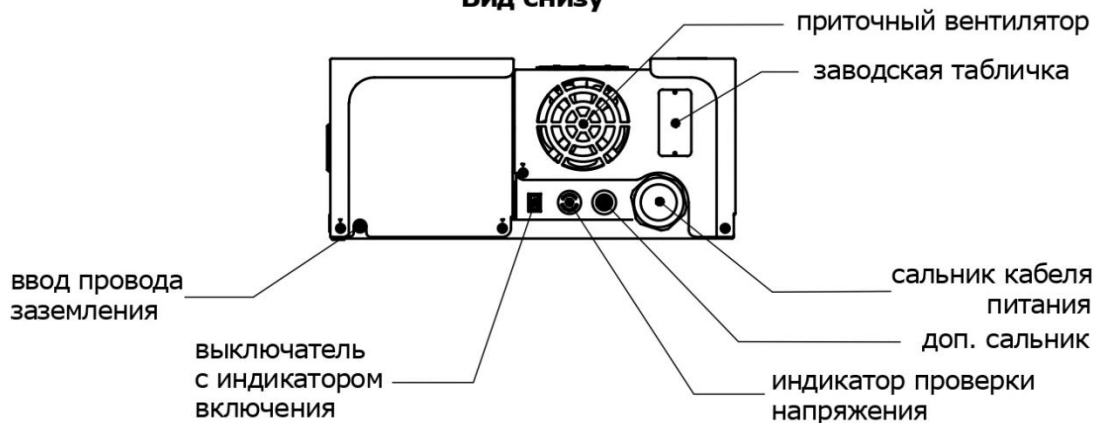
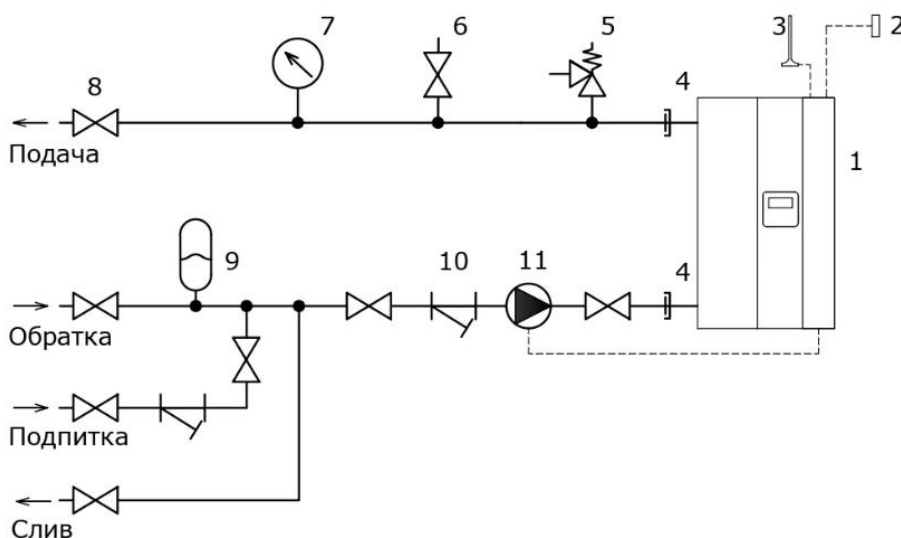

Рис. 3
Рис. 6
4.3. Внутреннее устройство электродкотла показано на рис. 3. На основании корпуса закреплён теплоизолированный бак со встроенными блоками ТЭНов. В верхней части электродкотла с левой стороны расположен патрубок выходной, в нижней части - патрубок входной. На крышке бака расположены: датчик температуры выходной, термовыключатель, датчик уровня и автоматический воздухоотводчик. В нижней части бака расположены: датчик температуры входной и патрубок слива с пробкой.
6.7. Упрощённая схема подключения электрокотла показана на рис. 6.
6.10. Перед первым заполнением системы отопления закрутить до упора пластиковую пробку автоматического воздухоотводчика электродкотла (см. рис. 3), чтобы избежать его засорения. После удаления воздуха через ручной воздухоотводчик (поз. 6 рис. 6), пробку автоматического воздухоотводчика полностью выкрутить. Надеть воздухоотводящую трубку на штуцер автоматического воздухоотводчика электродкотла и зафиксировать её хомутом из комплекта поставки. Автоматический воздухоотводчик предназначен для сброса воздуха, образующегося в электродкотле в процессе эксплуатации. Если подающий трубопровод расположен выше уровня выходного патрубка электродкотла, то на его верхнем участке необходимо установить дополнительные автоматический и ручной воздухоотводчик. Нельзя переставлять автоматический воздухоотводчик электродкотла на верхний участок подающего трубопровода.